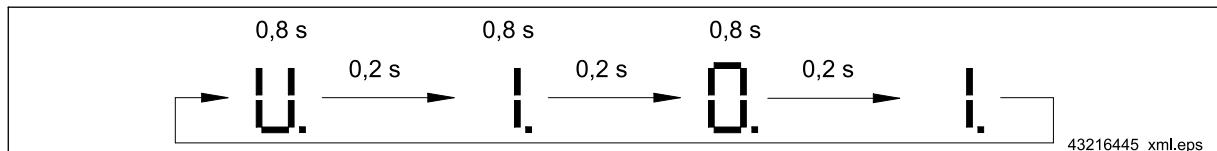

Abb. 7 Beispiel: Software-Version 1.01
- Software-Version \Rightarrow Abb. 7, Seite 28,